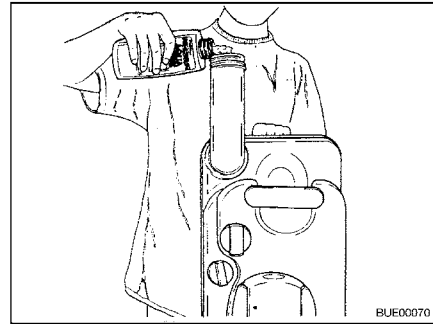

Fig. 290 Rifornimento di liquido sanitario
- Versare la quantità indicata di liquido sanitario nel serbatoio fecale (Fig. 290).